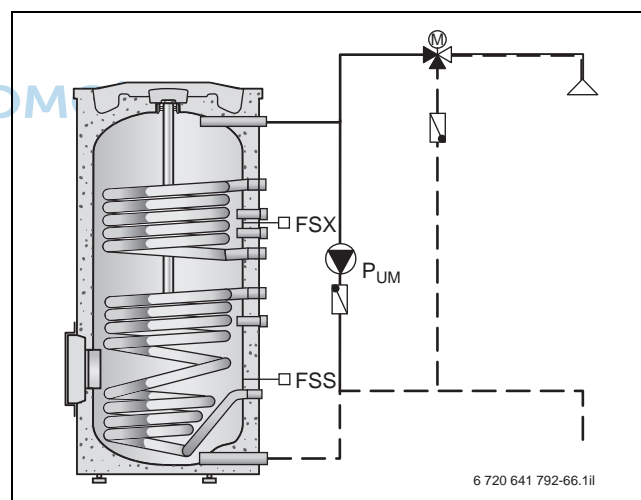

Bild 95 Umschichtung bei einem Solarspeicher
- Temperatur durch Kessel-Nachheizung und eine Umschichtung des gesamten Speicherinhalts sicherstellen (→ Bild 95).